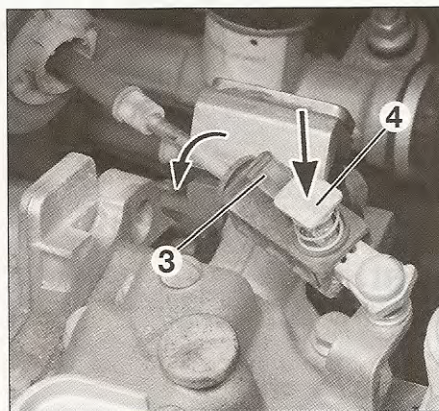

fig. 19
- Armar el dispositivo de reglaje automático situado en el cable de selección de las velocidades tirando hacia la parte trasera el dispositivo (3) y bajando el muelle de bloqueo (4). Aflojar a continuación el dispositivo (3) para mantener en la posición el muelle de bloqueo (fig. 19).
- Enclipsar el cable de selección en la rótula y presionar hacia la parte trasera sobre el dispositivo (3) para aflojar el muelle de bloqueo (4).